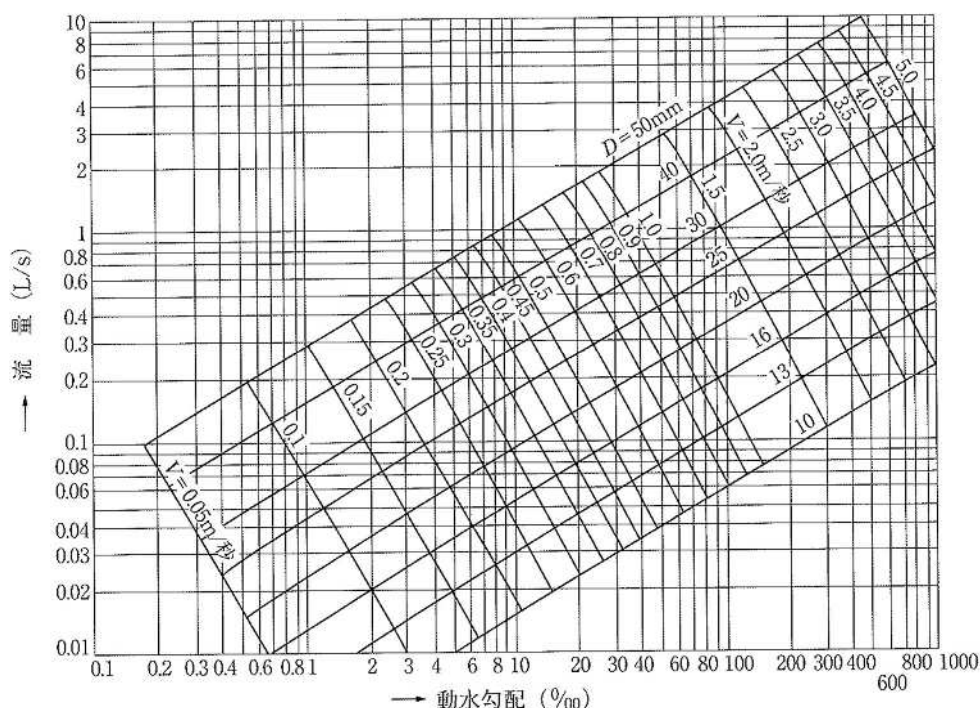

図 4-6 ウェストン公式による給水管の流量図
ウェストン公式による給水管の流量図を示せば、図 4-6 のとおりである。
- ② 図 4-6 のウェストン公式流量図から、標準使用流量に対応する動水勾配(I)を求める。
- ③ 直管換算長(L)は、 $L = (h/I) \times 1000$ である
(4) ヘーゼン・ウィリアムス公式に基づく流量図は、本基準書では省く。必要がある場合は、(公社)日本水道協会発行の「水道施設設計指針」などに掲げられた図表を参考にする。